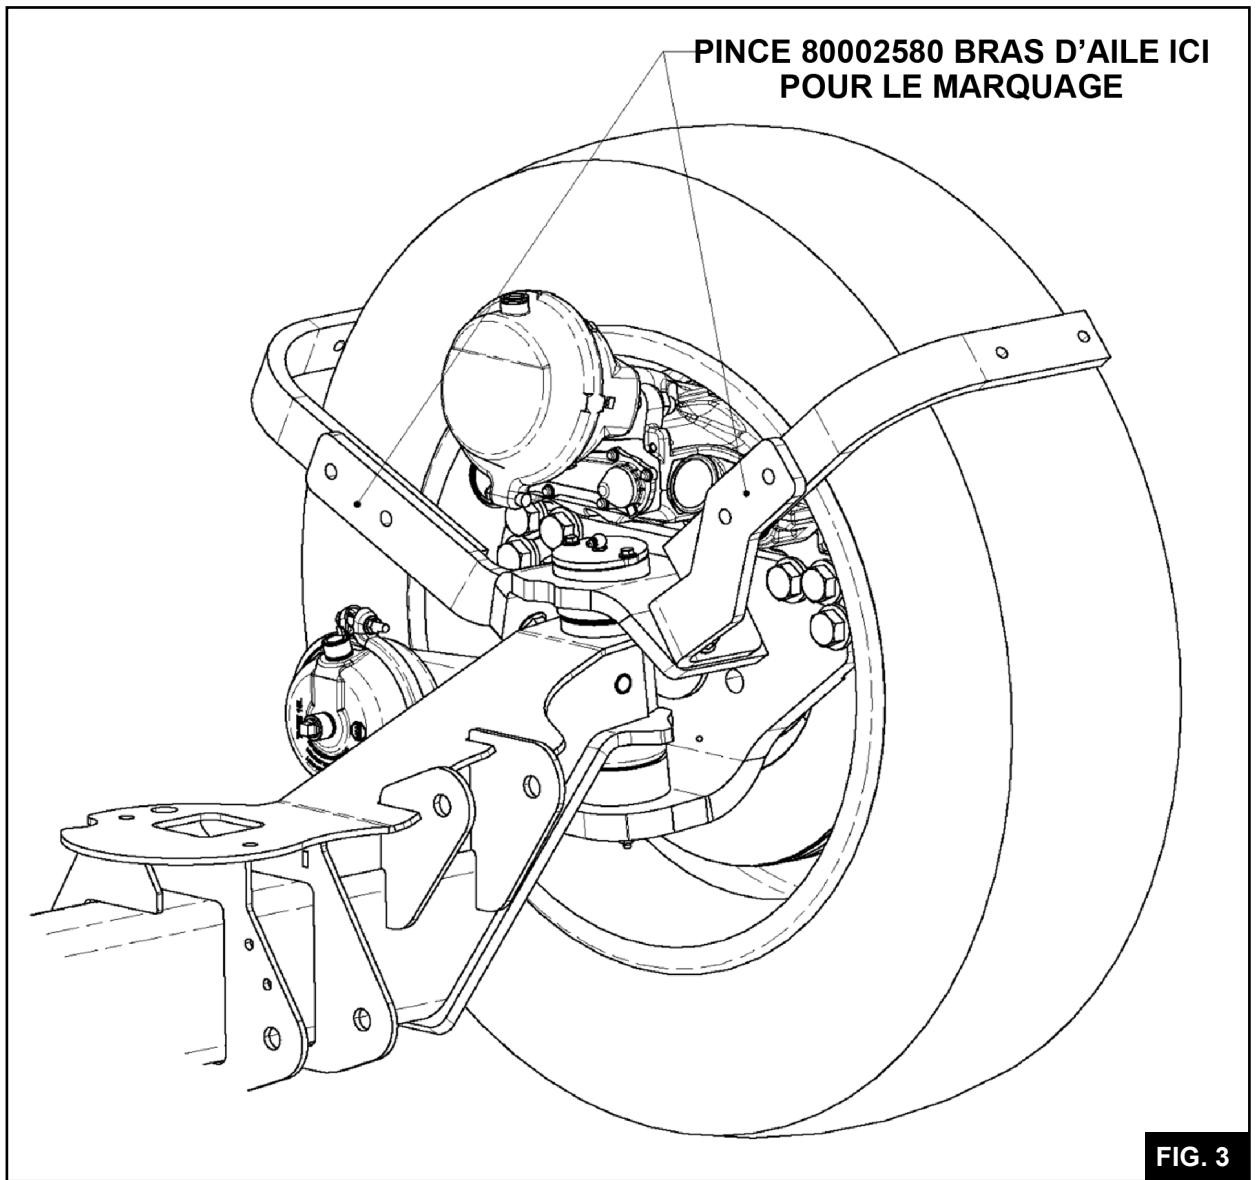
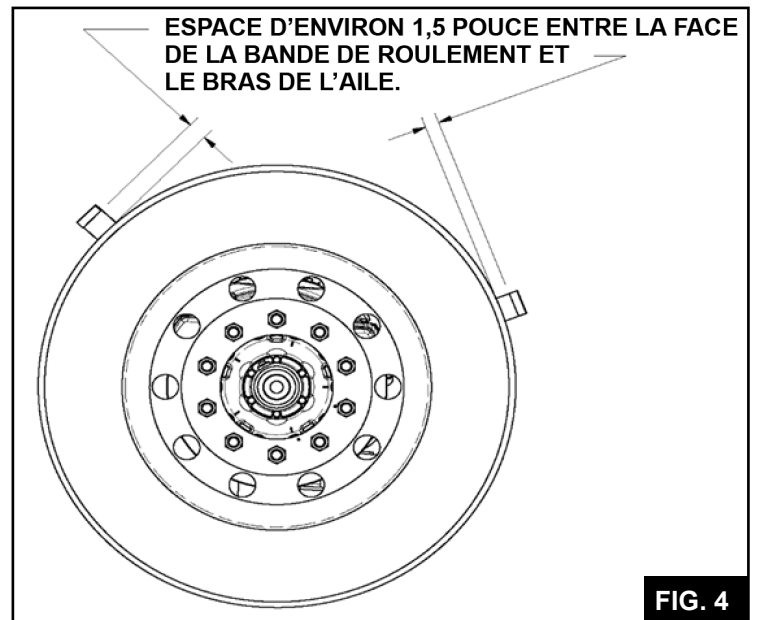

FIG. 3
FIG. 4
**3.6** Fixez les bras de garde-boue aux supports de montage comme indiqué sur la **Figure 3**. Vérifiez qu'il y a un espace d'environ 1-1/2" entre le bras de l'aile en aluminium et la face de la bande de roulement du pneu. (Voir **Figure 4**).